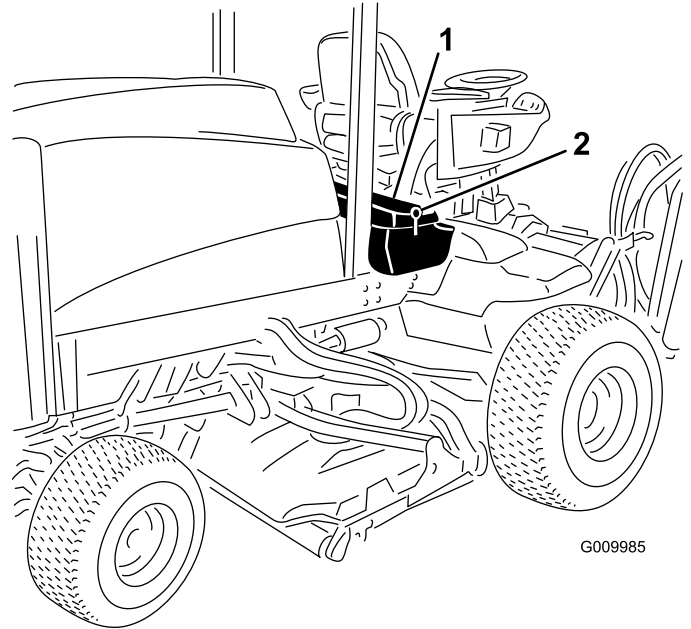
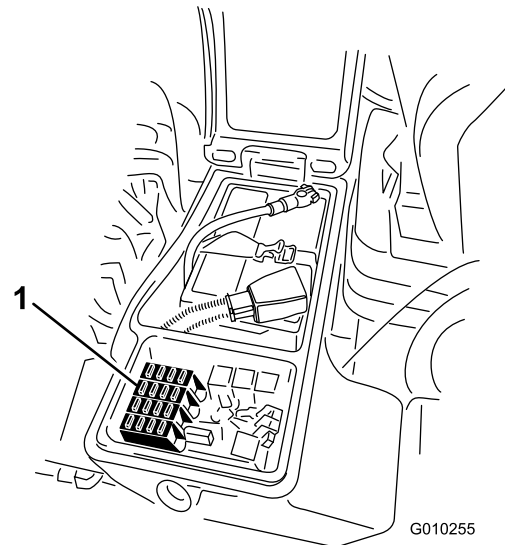

Figura 77
Figura 78
- Desaperte o trinco da cobertura da caixa de armazenamento direita e levante a cobertura (Figura 77) para expor o bloco de fusíveis (Figura 78).
- Substitua o(s) fusível(is) aberto(s) conforme necessário (Figura 78).
- Feche a cobertura da caixa de armazenamento direita e prenda a cobertura com o trinco (Figura 77).